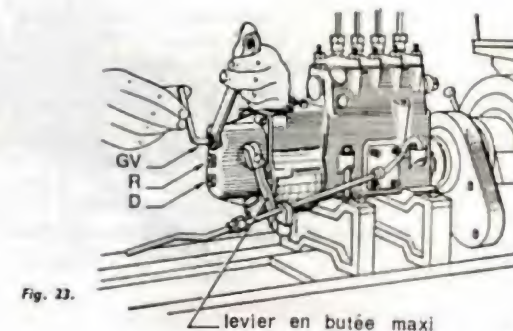

Fig. 23.
- Entraîner la pompe à la vitesse de pleine charge et régler le débit général par la vis « D » (fig. 23).
Réglage de la fin de coupure (fig. 23)